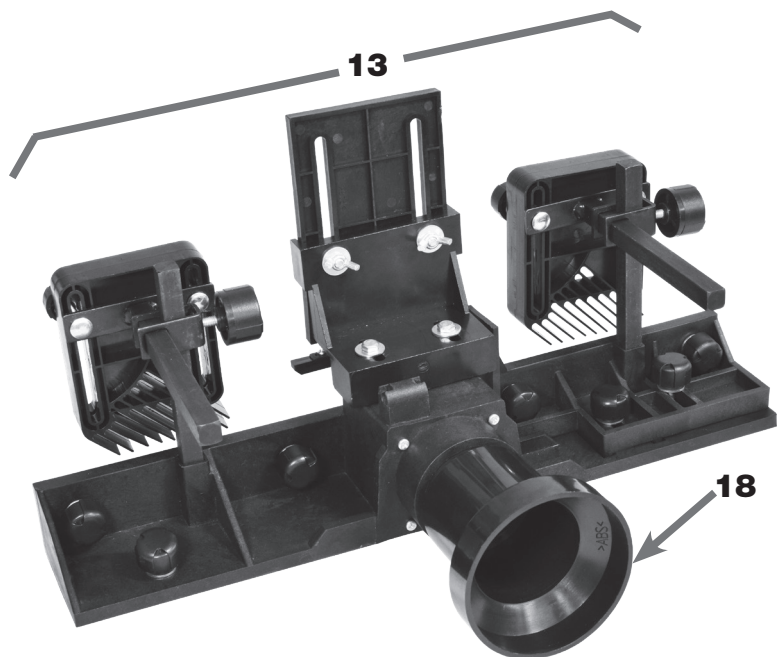

FIGURA 26 - Montagem do Bocal Coletor de Pó
21. MONTAR o Bocal Coletor de Pó (18) no Suporte de Apoio (17), de acordo com a figura 26;
29. APERTAR todos os Manípulos (36) e (38) instalados no Conjunto da Guia (13) (figura 26);